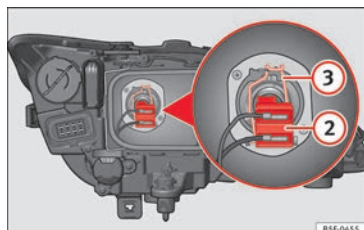

Fig. 104 Feux de croisement.
- Retirez le connecteur » fig. 104 ② de l'ampoule.
- Débranchez le ressort entrebâillement » fig. 104 ③ en le pressant vers l'intérieur et vers la droite.